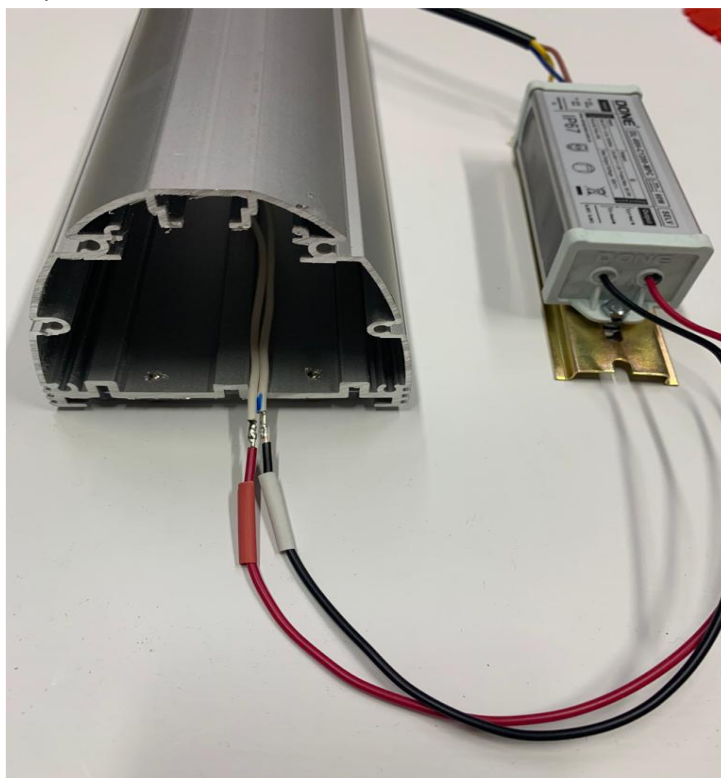

рис.8
- 4.3 Соедините при помощи пайки блок питания со светодиодным модулем, как показано на рис.8